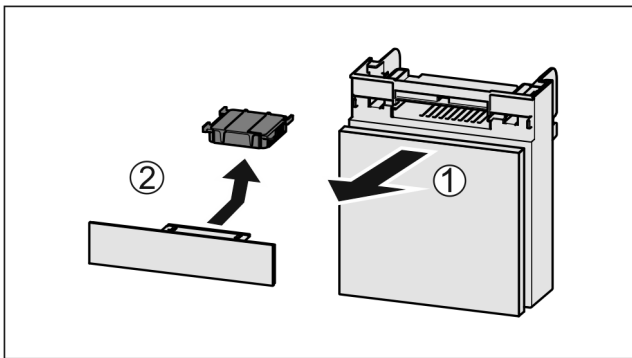

Fig. 123
- ▶ Fach nach vorne herausziehen Fig. 123 (1).
- ▶ Aktivkohlefilter entnehmen Fig. 123 (2).